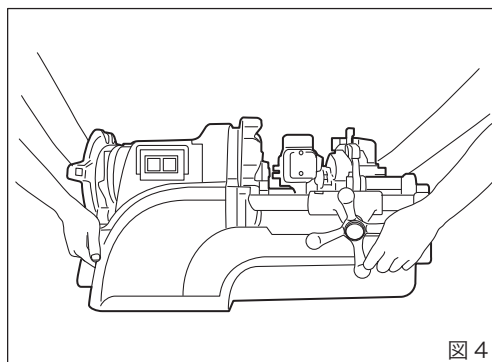

図 4
1. マシンの運搬 (図4)
- ① 転造ヘッド、超硬カッタを共に倒した状態にしてください。
- ② 本体の前後にある持ち手部を持ち、大きく傾けたりしないよう注意しながら運搬してください。